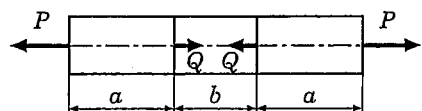

図1-1
- (1) 図1-1に示すように断面積  $A = 120\text{mm}^2$  の黄銅棒に荷重  $P = 20.0\text{kN}$ 、 $Q = 10.0\text{kN}$  が作用するとき、棒の伸び入を求めよ。ただし、 $a = 70.0\text{mm}$ 、 $b = 50.0\text{mm}$ 、棒の縦弾性係数  $E = 100\text{GPa}$  とする。有効数字は3桁で表示すること。[15点]